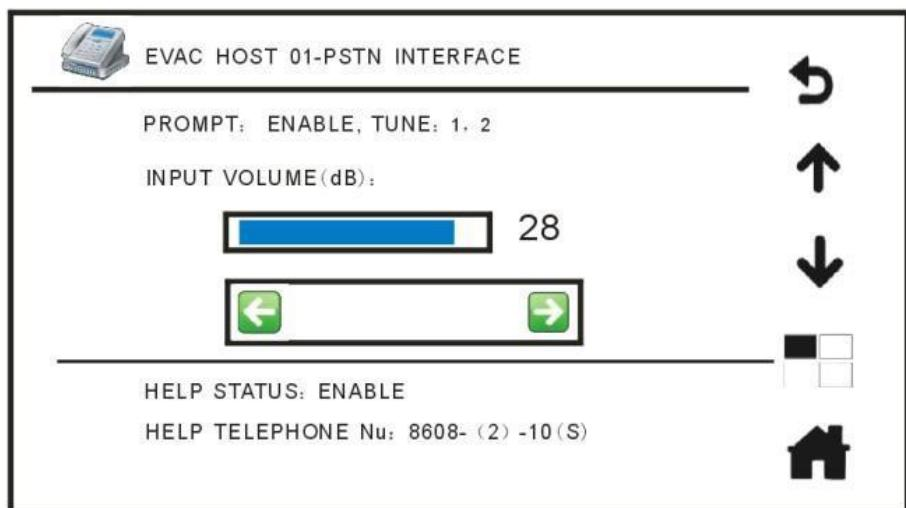

Рис. 4.29. Меню телефонного интерфейса
5. При нажатии кнопки **PSTN INTERFACE** (телефонный интерфейс) в окне меню **SETTINGS** (системные настройки), вы оказываетесь в подменю телефонного интерфейса. В этом окне можно увидеть состояние настроек, отрегулировать громкость входного аудиосигнала от телефона, посмотреть настройки режимов звона по телефону экстренной помощи. Вид окна представлен на Рис. 4.29.